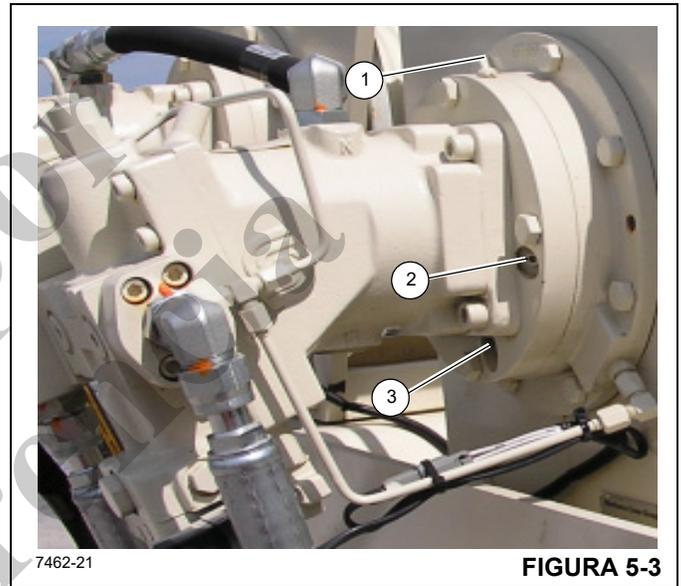

FIGURA 5-3
Para revisar el aceite de freno del malacate, saque el tapón de inspección (2, Figura 5-3) e inspeccione el nivel de aceite visualmente. El líquido deberá estar a nivel con el fondo del agujero de inspección. Si se necesita más líquido, añada a través del agujero del tapón de llenado y ventilación de aceite de freno, hasta que el aceite alcance el fondo del agujero de inspección (1).
Para vaciar y añadir aceite nuevo, quite el tapón de vaciado (3, Figura 5-3), tapón de inspección (2) y tapón de ventilación (1), y vacíe el aceite hidráulico. Vuelva a instalar el tapón de vaciado (3) y añada fluido por el agujero de inspección (2), hasta que el aceite llegue al nivel inferior del agujero de inspección. Instale el tapón de inspección y ventilación de aceite (1) y el tapón de inspección (2). Consulte la *Puntos de lubricación*, página 5-3. La capacidad de llenado del freno de malacate es 0.23 l (0.25 qt).
Se recomienda cambiar el aceite en el mecanismo y en las secciones del freno después de las primeras 50 horas de funcionamiento y cada 1000 horas o 6 meses de uso. El aceite del mecanismo se vacía retirando el tapón de respiradero/vaciado (vea la *Figura 5-3*).